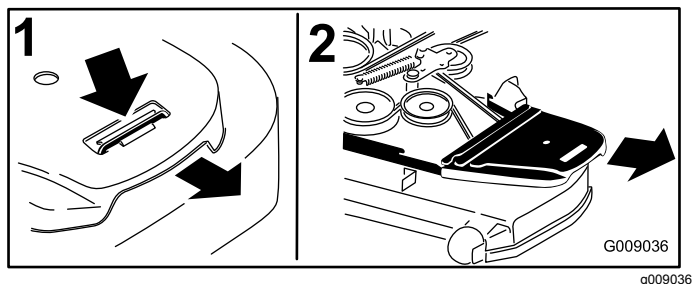

Figure 2
2. Déposez le couvercle de courroie droit (Figure 2).